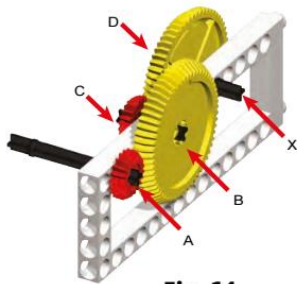

Fig. 14
1. Utiliza dos engranajes 20T, dos engranajes 60T, dos ejes pequeños y un eje mediano para armar la estructura que se muestra en **Fig. 14**.